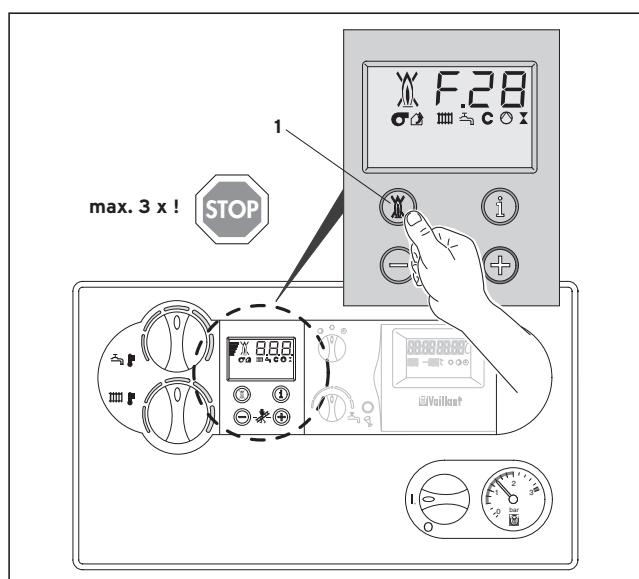

Fig. 3.14 Resetarea avariiei
- În acest scop, apăsați butonul de resetare avarie (1) și țineți-l apăsat aprox. 1 s (fig. 3.14).